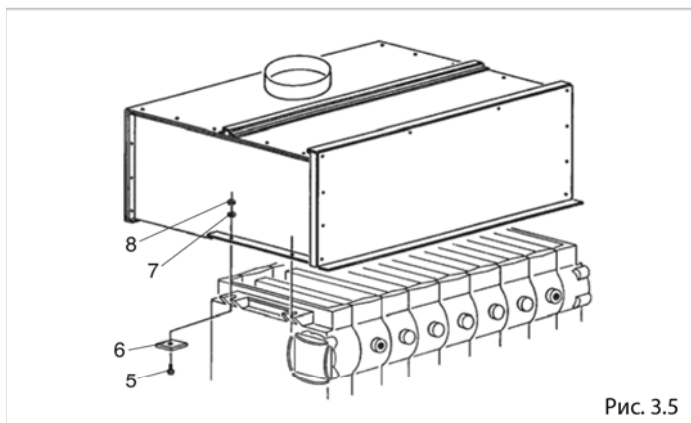

Рис. 3.5
Закрепите дымосборную камеру на корпусе котла с помощью четырёх пластинок (6) и четырёх винтов с шестигранной головкой М8 x 30 (5) и соответствующих гаек М8 (8) и шайб Ø8,4 (7) (Рис. 3.5).